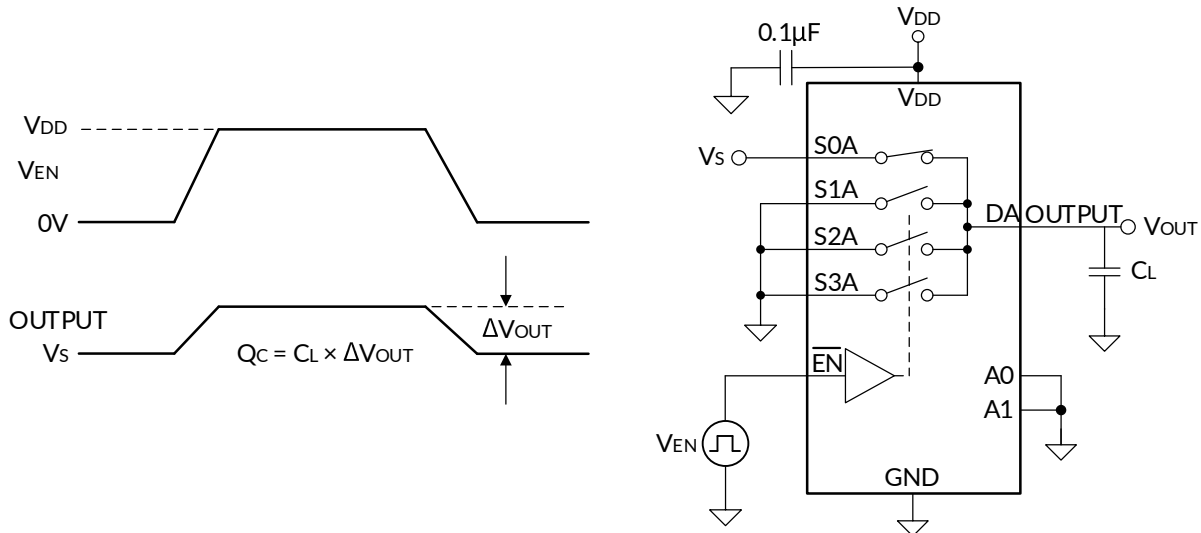

图 17. 电荷注入测量配置
RMUX1309 器件采用传输门架构。当栅极信号处于下降沿或上升沿时，NMOS 与 PMOS 晶体管之间的电容失配会导致电荷注入漏极或源极。这种注入器件源极或漏极的电荷量被称为电荷注入，用符号 Q_C 表示。图 17 展示了用于测量从源极 (S_x) 到漏极 (D) 电荷注入的测试配置。